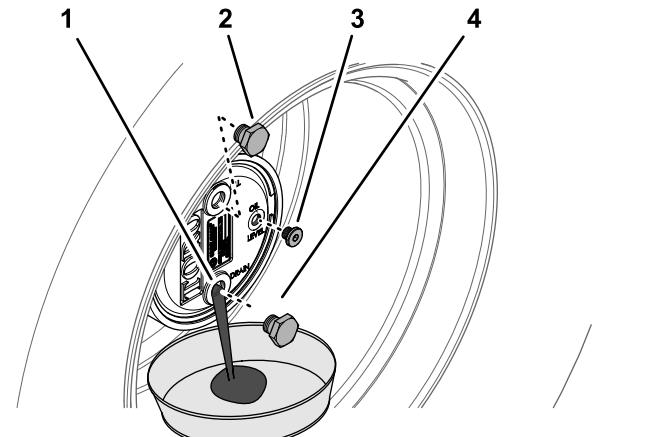

Figura 92
2. Retire el tapón de llenado en la posición de las 12 y el tapón de verificación en la posición de las 3 (Figura 92).
3. Coloque un recipiente debajo del cubo planetario, retire el tapón de vaciado en la posición de las 6 y deje que el aceite se drene por completo (Figura 92).
5. Instale el tapón de vaciado en el orificio de vaciado del engranaje planetario (Figura 92).